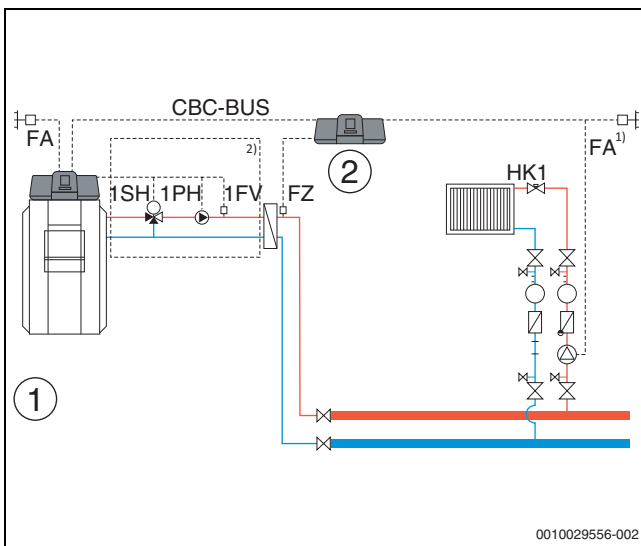

Bild 35 Variante 3: Unterstation mit Vormischfunktion, Kompensation Wärmeverluste über FZ, Lastbegrenzung und Heizbetrieb bei Kommunikationsverlust
**Heizbetrieb bei Kommunikationsverlust:** Während Verlust der Kommunikation von Master zu Unterstation stellt der Master selbstständig zur Versorgung der Unterstation eine fest einstellbare Vorlaufsolltemperatur zur Verfügung (nur Variante 3, Heizzentrale und Unterstation (→ Bild 35), Grundeinstellung: 50 °C). Der Kommunikationsverlust wird als Störungsanzeige ausgegeben.
Der **Außentemperaturwert** der Unterstation in Bild 30...Bild 35 kann wahlweise vom Master-Regelgerät übernommen werden oder es kann für die Unterstation ein eigener Außentemperaturfühler gesetzt werden.